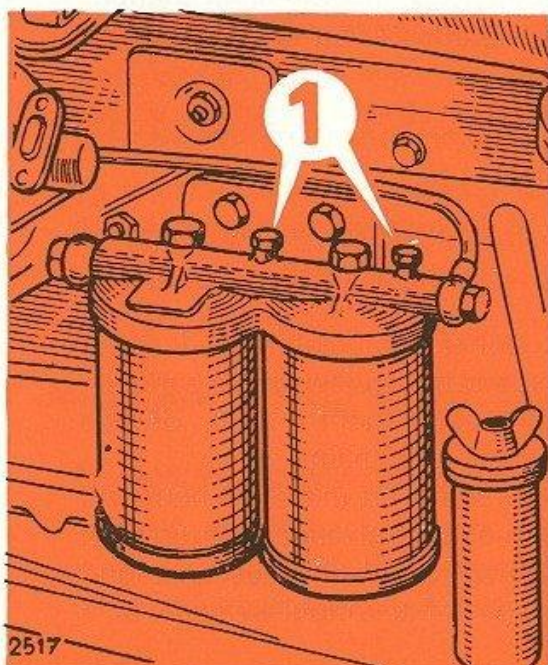

FIG. 8. — Filtre à combustible.
- Dévisser de deux tours les deux vis situées sur les filtres à combustible (1 fig. 8) ;